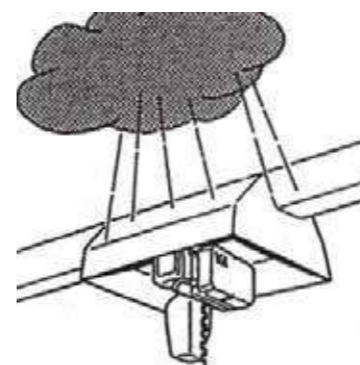

fig.62
- **SEMPRE** assicurarsi che il paranco operi in ambiente protetto dagli agenti atmosferici (pioggia, vento, neve, ecc.) oppure, se all'aperto, che sia dotato di adeguati ripari o protezioni. (fig.62).